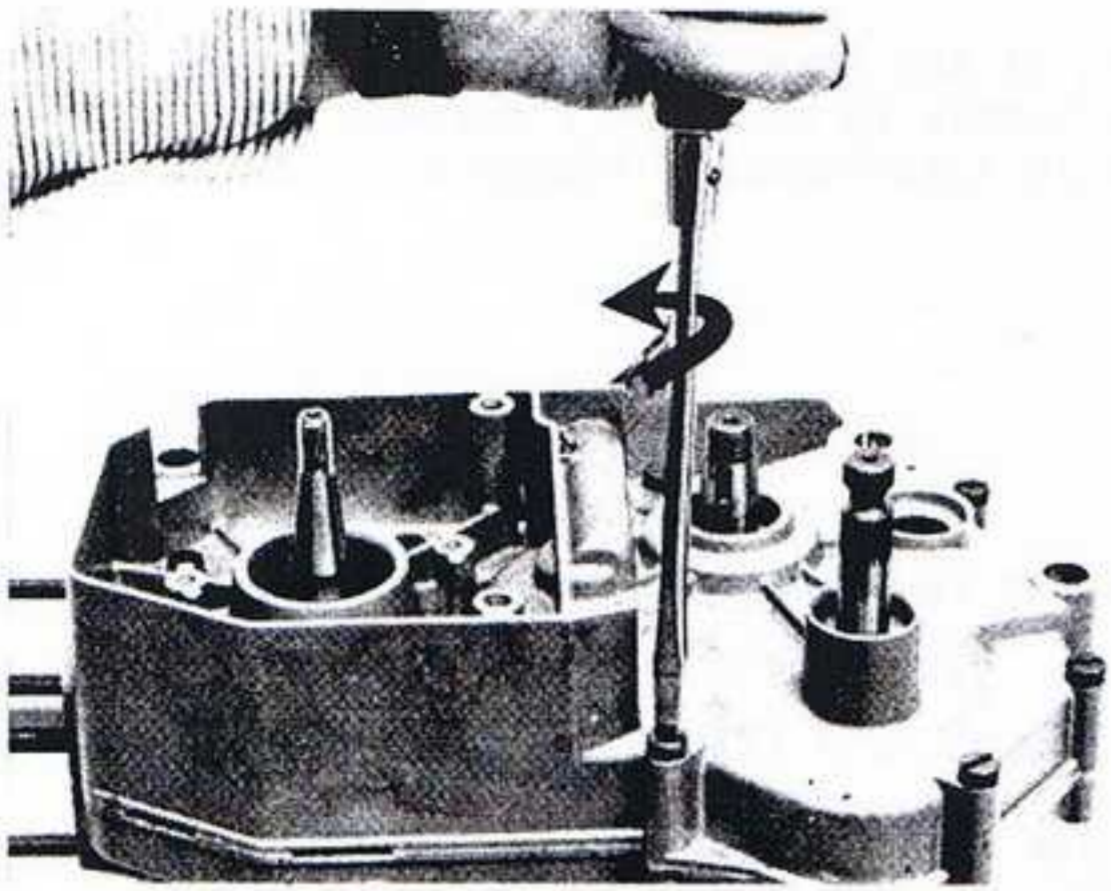

fig. 22
- Enlever les 10 vis qui assemblent les 2 demi-carters (fig.22).